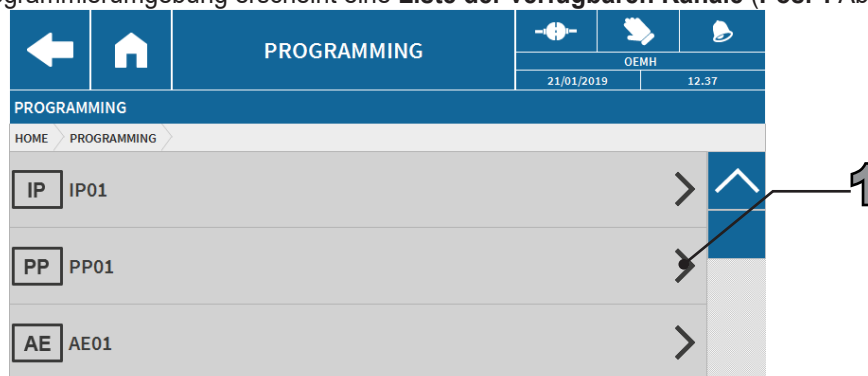

Abb.6. Verfügbare Kanäle.
- Auf der Startseite der Programmierungsumgebung erscheint eine **Liste der verfügbaren Kanäle** (Pos. 1 Abb.6 auf Seite 15).